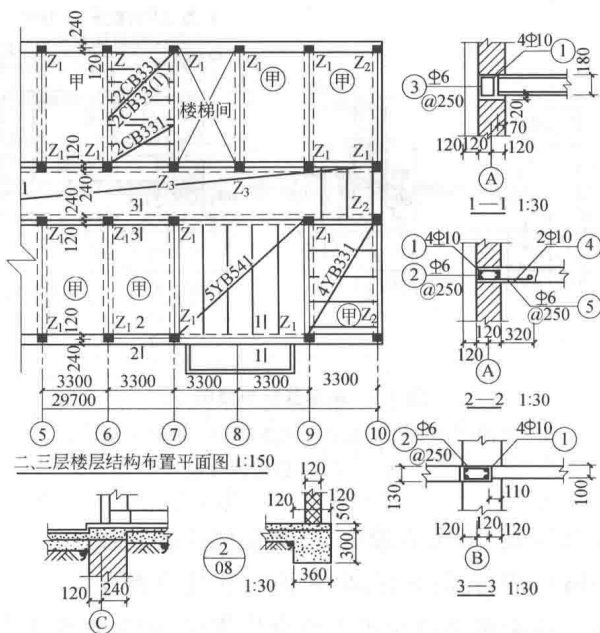

图 1-2 预制楼层结构平面图和剖面图
① 预制楼层结构平面布置图和剖面图。它主要作为安装预制梁、板用图。其内容一般包括结构平面布置图、剖面图、构件用量等。阅读时应与建筑平面图及墙身剖面图配合阅读,见图 1-2。
预制楼层结构平面图主要表示楼层各种预制构件的名称、编号、相对位置、定位尺寸及其与墙体的关系等。见图 1-2 中虚线为不可见的构件墙或梁的轮廓线,此房屋为砖墙承重、钢筋混